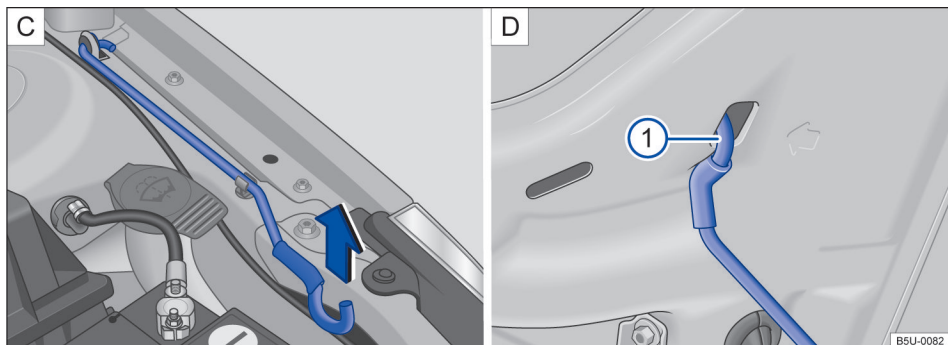

Fig. 125 [C] Haste de sustentação da tampa do compartimento do motor. [D] Tampa do compartimento do motor apoiada na haste de sustentação.
- Retirar a haste de sustentação do suporte no sentido da seta → Fig. 125 [C] e posicioná-la na abertura na tampa do compartimento do motor → Fig. 125 ① [D].
- Retirar a haste de sustentação do furo → Fig. 125 ① [D] e encaixá-la no suporte do fecho → Fig. 125 [C].